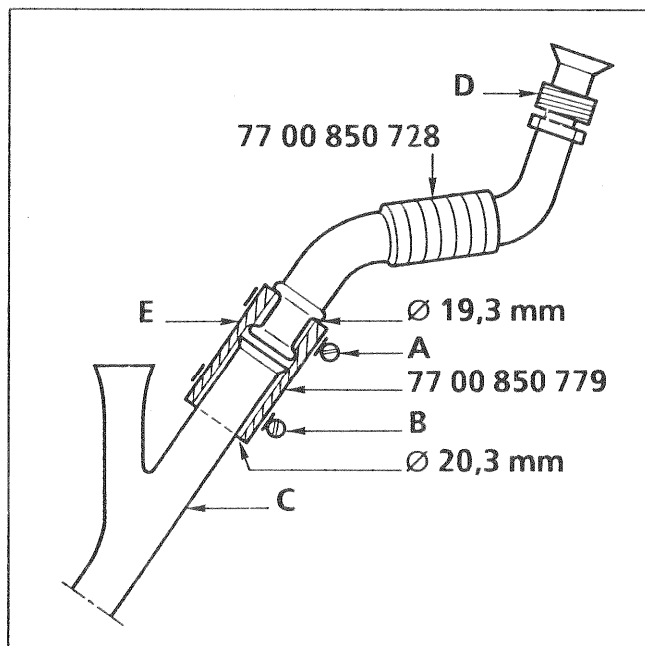

Fig 1
- Déposer le tuyau de retour d'huile et son manchon (E) en caoutchouc, si ce montage comporte 62 anneaux et dont la couleur est dorée.
- Monter le manchon en caoutchouc réf. : **77 00 850 779** sur l'extrémité inférieure du tuyau annelé réf. : **77 00 850 728**, en s'assurant que le diamètre intérieur le plus petit (**19,3 mm**) soit situé sur l'extrémité du tuyau annelé. (Fig 1).